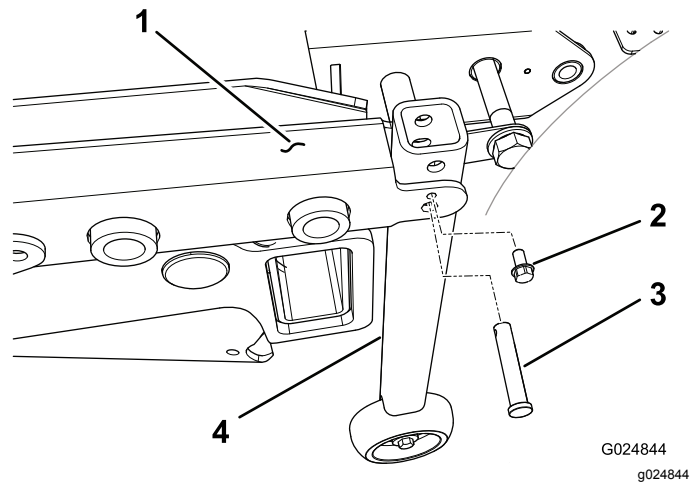

Figure 47
2. Pour les machines dont le numéro de série est antérieur à 312999999, fixez le support de tube vertical à chaque coin arrière du cadre du plateau au moyen d'un axe de chape et d'une vis autotaraudeuse ($\frac{5}{8}$ ") (Figure 47)